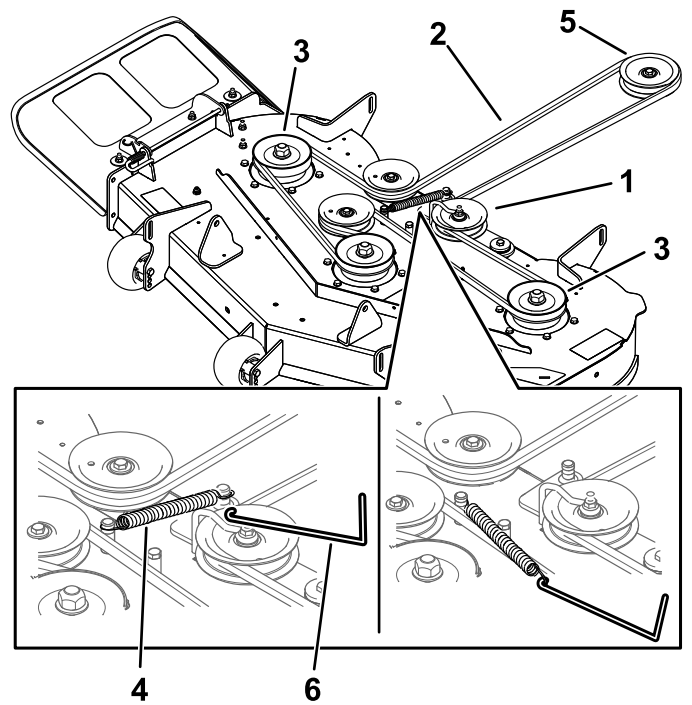

Bild 62
7. Entfernen Sie die Spannscheibenfeder mit einem Werkzeug zur Federentfernung (Toro Bestellnummer 92-5771) vom Mähwerkhaken, um die Spannung von der Spannscheibe zu nehmen, und rollen Sie den Riemen von den Spannscheiben (Bild 62).
8. Verlegen Sie den neuen Riemen um die Motor- und Mähwerkriemenscheiben (Bild 62).
9. Setzen Sie die Spannscheibenfeder mit einem Werkzeug zur Federentfernung (Toro Bestellnummer 92-5771) auf den Mähwerkhaken, um die Spannscheibe und den Mähwerkriemen zu spannen (Bild 62).